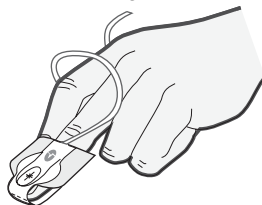

Abbildung 8
- Wickeln Sie mit dem Sender auf dem Fingernagel die Flügel um den Finger (siehe Abbildung 8).